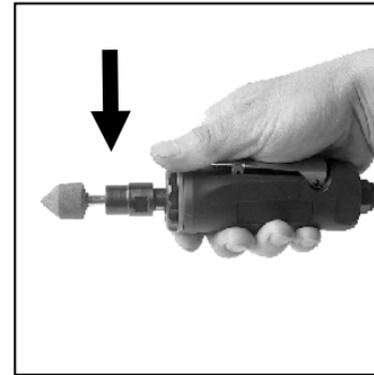

Рисунок 7 – Порядок работы
6. Снимите пусковой рычаг (поз. 2, рис. 1) с фиксатора (поз. 3, рис. 1) толкнув его вперёд, далее, нажимая на пусковой рычаг, вращайте шпиндель зачистной машинки. Частота вращения шпинделя регулируется при помощи силы нажатия пускового рычага (рис. 7).